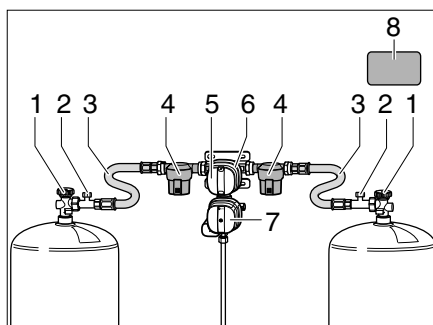
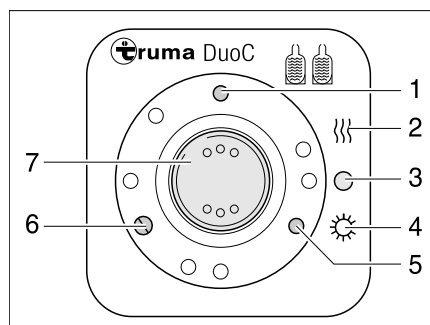
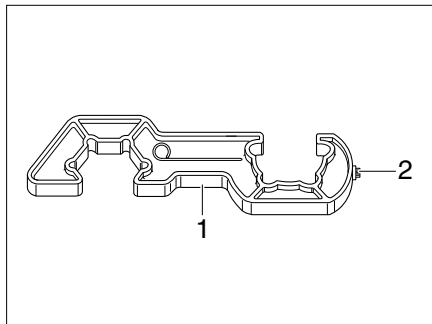
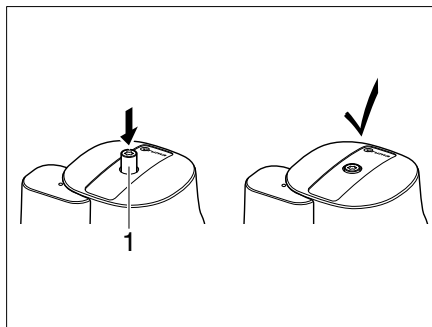

Bild 243 DuoControl-omkopplingsenhet
Bild 244 Kontrollenhet
Bild 246 Skruvhjälp
Bild 247 Crash-sensor
DuoControl-omkopplingsenheten består av en omkopplingsventil (Bild 243,6) och kontrollenheten (Bild 244). Omkopplingsventilen är monterad mellan högtrycksslanger (Bild 243, 3). Med vredet (Bild 243, 5) på omkopplingsventilen kan man ställa in vilken gasflaska som ska användas som driftflaska och vilken som ska användas som reservflaska.
Omkopplingsventilen (Bild 243, 6) är utrustad med avfrostningsanläggningen EisEx för regulatorer. På detta sätt undviks störningar på gasanläggningen under vintern.
Före omkopplingsventilen finns på båda sidor ett gasfilter (Bild 243, 4) som skyddar gasanläggningen mot oljeläckage och föroreningar.
På kontrollenheten (Bild 244) kan endast de elektriska funktionerna styras.. Gasflaskornas huvudavstängningsventiler (Bild 243, 1) måste öppnas för hand.
Omkopplingsventilen sörjer för ett konstant gstryck, oberoende av vilken gasflaska som används. De båda kontrollamporna på kontrollenheten indikerar driftflaskans tillstånd. När den gröna kontrollampan (Bild 244, 6) lyser är driftflaskan full. När den röda kontrollampan (Bild 244, 5) lyser är driftflaskan tom. Gasen matas sedan via reservflaskan.
- Öppna huvudavstängningsventilerna (Bild 243,1) på gasflaskorna.
- Välj vilken gasflaska som ska prioriteras (driftflaska) med vredet (Bild 243, 5) på omkopplingsventilen (Bild 243, 6).
- Ställ vippkontakten (Bild 244, 7) på "O" (Bild 244, 3). Den gula kontrollampan (Bild 244, 1) slocknar.
- Stäng huvudavstängningsventilerna (Bild 243, 1) på gasflaskorna.
Kontrollamporna på kontrollenheten (Bild 244, 5 och 6) signalerar inne i fordonet om driftflaskan är driftklar.
När den gröna kontrollampan (Bild 244, 6) slocknar under drift och den röda kontrollampan (Bild 244, 5) tänds är gasflaskan, som är vald som driftflaska, tom och måste bytas. Gasförbrukarna försörjs med gas från reservflaskan.
- ▷ Använd den medföljande skruvhjälpen (Bild 246, 1) när högtrycksslängarna ska skruvas på och av. Den säkerställer det nödvändiga åtdragningsmomentet och förhindrar skador på skruvkopplingen på grund av felaktiga verktyg.
- Stäng huvudavstängningsventilen (Bild 243, 1) på den tomma gasflaskan.
- Skruva av högtrycksslängen (Bild 243, 3) från gasflaskan med skruvhjälpen (Bild 246).
- Anslut den fulla gasflaskan till högtrycksslängen (Bild 243, 3).
- Öppna huvudavstängningsventilen på gasflaskan (Bild 243, 1).
- Vrid vredet (Bild 243, 5) på omkopplingsventilen (Bild 243, 6) ett halvt varv för att ställa in att den precis bytta gasflaskan fungerar som reservflaska.
- Tryck på knappen (Bild 243,2) för slangbrottsäkringen på högtrycksslängen för att aktivera den.
- Tryck ev. på återställningsknappen (Bild 247, 1) på crash-sensorn.
- ▶ Beakta säkerhetsetiketten (Bild 243, 8) i gasbehållaren.
- Använd Torx T20 (Bild 246,2) för att trycka in avsäkringsknappen (Bild 247,1) på skruvhjälpen, vrid knappen lätt medurs och håll kvar under 5 sekunder. Crash-sensorn är driftklar när avsäkringsknappen (Bild 247,1) stannar i det nedsänkta läget.
- Tryck kraftigt på den gröna knappen (Bild 243, 2) på högtrycksslangen (Bild 243, 3) när gasflaskan bytts.